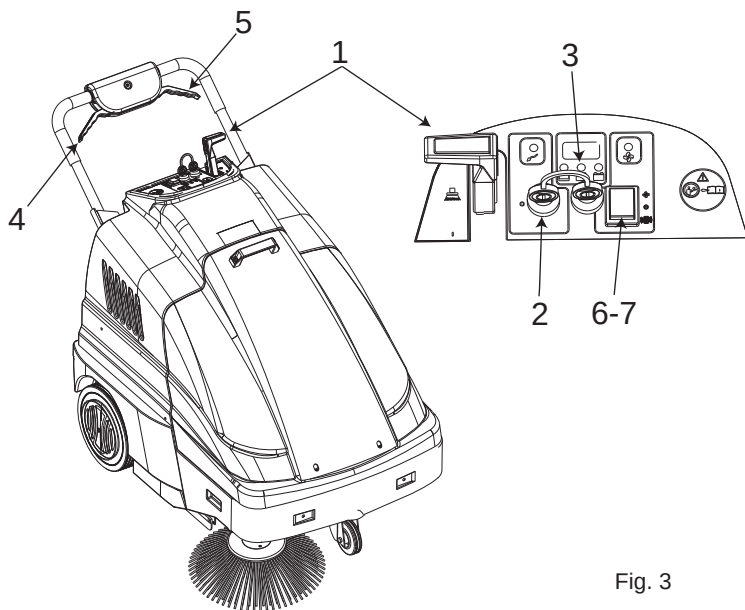

Fig. 3
- Sæt løftegreb til børste (pos. 1, fig. 3) i pos. "0".
- Kontrollér, at sidebørsten (pos. 1, fig. 3) er i pos. "0".
- Sæt nøgleafbryderen i pos. "I" (pos. 2, fig. 3).
- Når du har drejet nøglen, skal du vente i ca. 10 sek. inden maskinen sættes i gang. Kontrollér på lampen, pos. 3, fig. 3, at batteriet er helt opladet, inden arbejdet påbegyndes. I modsat fald skal batteriet oplades.
- Aktivér støvsugeren ved at sætte afbryderen i pos. "I" (pos. 7, fig. 3).
Sluk støvsugeren ved at sætte afbryderen i pos. "0" (pos. 7, fig. 3), når maskinen skal flyttes.
- Træk i trækrafthåndtaget (pos. 4, fig. 3) for at påbegynde rengøringen. Aktivér evt. håndtaget i pos. 1, fig. 3 ved at sætte det i pos. "I" for at indsætte sidebørsten. Når arbejdet er udført, sætte sidebørsten, hvis den anvendes, i pos. "0", maskinen slukkes, og nøglerne tages ud af kontrolpanelet.
Varigheden for opladning af batteriet afhænger af den løbende vedligeholdelse og afladningsniveauet. Batteriets opladningsniveau må ikke falde under den grænse, der er angivet af kontrollamperne i pos. 3, fig.3.